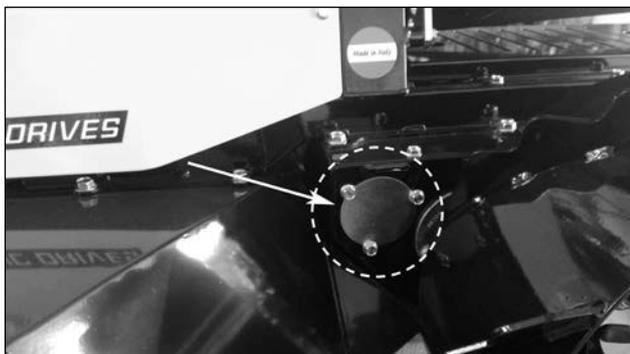
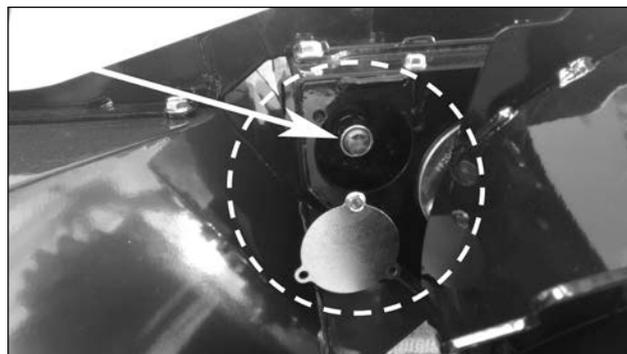

Figure 7-8 : Couvercle d'inspection
Figure 7-9 : Réglage système SYNCRODRIVE™
- Tenter de réduire la force du système breveté SYNCRODRIVE™. Dans ce cas enlever le couvercle du boîtier de transmission (Figure 7-8 :) et dévisser de ¼ de tour l'écrou (Figure 7-9 : Réglage système SYNCRODRIVE™) avec une clé à tuyauter Ch24. Tester avec des essais de ¼ de tour à la fois jusqu'à ce que la machine résulte plus facile à conduire. Si le problème persiste lire le chapitre " **Synchronisation des moteurs hydrostatiques** "
- Tenter d'augmenter la force du système breveté SYNCRODRIVE™. Dans ce cas enlever le couvercle du boîtier de transmission (Figure 7-8 :) et visser de ¼ de tour l'écrou (Figure 7-9 : Réglage système SYNCRODRIVE™) avec une clé à tuyauter Ch24. Tester avec des essais de ¼ de tour à la fois jusqu'à ce que la machine procède de manière linéaire. Si le problème persiste lire le chapitre " **Synchronisation des moteurs hydrostatiques** "
Démonter le couvercle d'inspection (Figure 7-8 :). Desserrer l'écrou (Figure 7-9 : Réglage système SYNCRODRIVE™) avec une clé à tuyauter Ch24 jusqu'à ce que le ressort sous l'écrou n'exerce plus aucune poussée. 2 ou 3 tours complets peuvent être nécessaires.